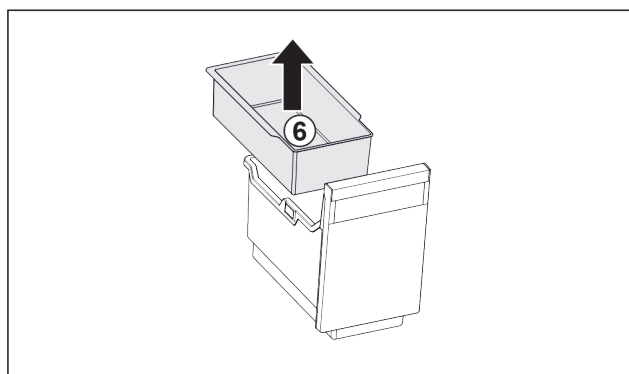

Fig. 118
- Wyjąć półkę zawieszoną Fig. 118 (6).